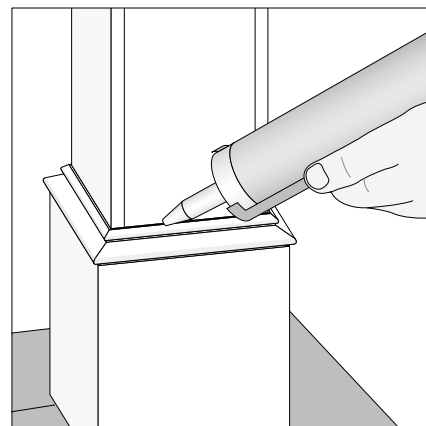

Fig. 9
- Los agujeros y huecos para clavos o tornillos se pueden rellenar fácilmente con los siguientes productos (**Fig. 9**):